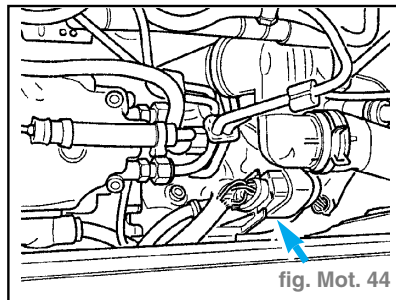

fig. Mot. 44
- lorsque le moteur doit tourner au régime de lancement sans démarrage, par ex. dans le cas du contrôle du taux de compression, débrancher le connecteur à 10 raccords de la pompe d'injection (fig. Mot. 44),